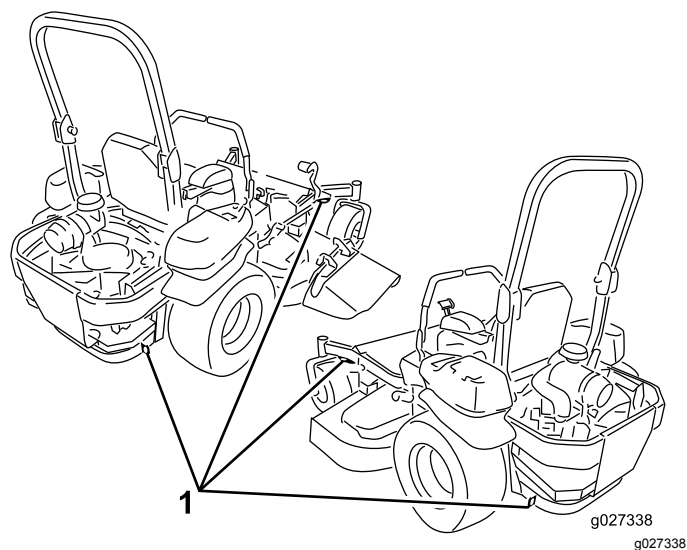

Figura 45
6. Amarre la máquina junto a las ruedas giratorias delanteras y el guardabarros trasero con correas, cadenas, cables o cuerdas (Figura 45). Consulte la normativa local respecto a los requisitos de amarre.